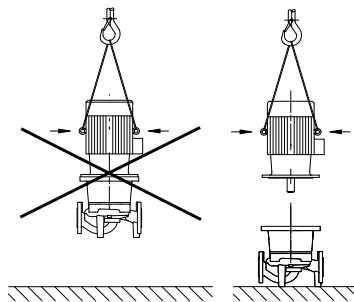

Fig. 6: Transporte do motor
- Os olhais de transporte no motor destinam-se apenas ao transporte do motor, mas não estão autorizados para a bomba na totalidade (Fig. 6).